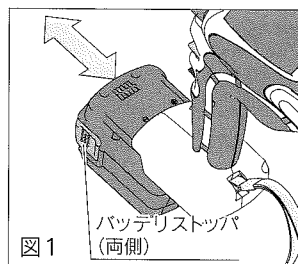

図1
- 2 装着は本機の溝に合わせながらスライドさせ「カチッ」と音がするまで挿入してください。(図1)